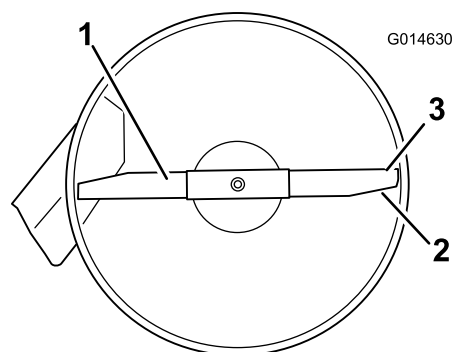
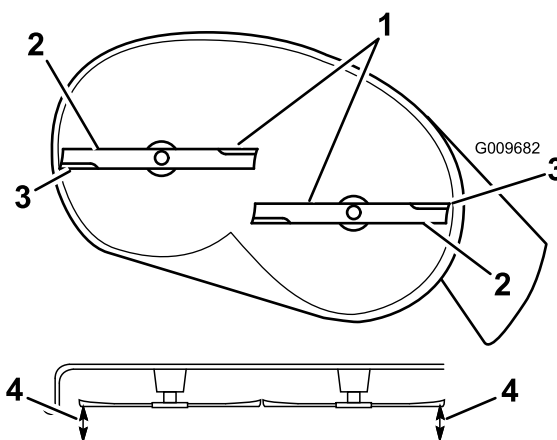

Bild 56
Bild 57
- Drehen Sie die Messer vorsichtig, damit sie alle quer gestellt sind (Bild 56 und Bild 57).
- Messen Sie den Abstand zwischen den äußeren Schnittkanten und der ebenen Oberfläche (Bild 56 und Bild 57).